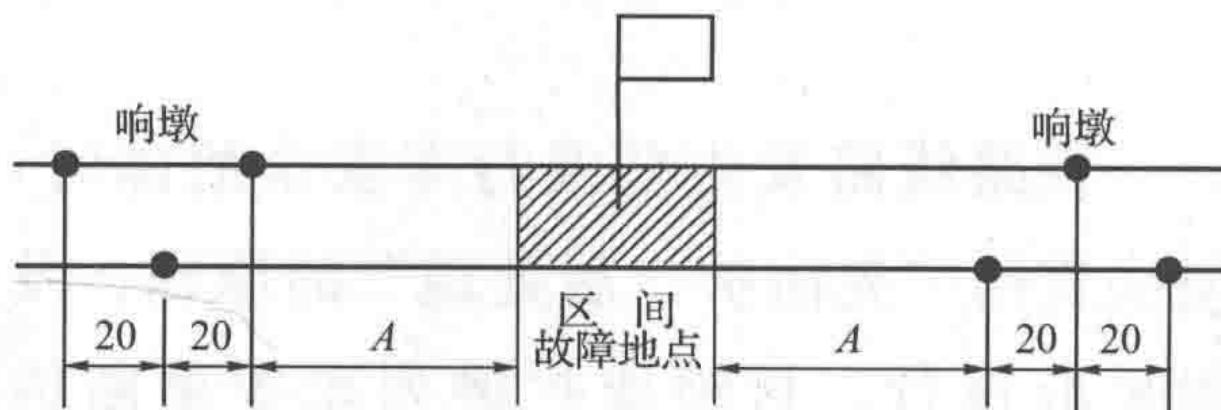

图 1 (长度单位: m)
2. 当确知一端先来车时，应先向该端，再向另一端放置响墩（如图 1 所示），然后返回故障地点。